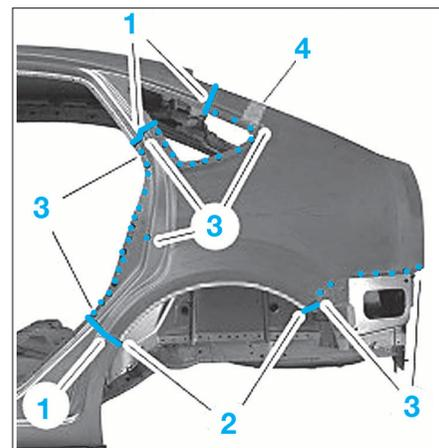

FIG. 67
- Découper selon les lignes de coupe (1) (Fig.67).
- Meuler le contour du passage de roue (2).
- Fraiser les points de soudure (3).
- Chauffer la zone (4) à 170° afin de décoller l'insonorisant.
- Souder en cordon continu sous protection gazeuse les zones (1) (Fig.67).